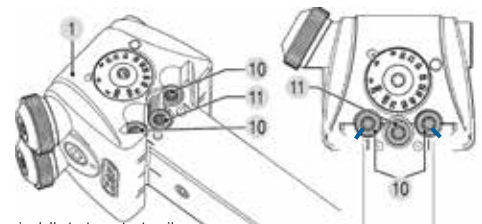

Fig. 4: Bloccaggio della testa portautensile
A tale scopo allentare i bulloni eccentrici (fig. 4, pos. 10) verso l'interno e regolare la testa dell'utensile mediante il mandrino (fig. 4, pos. 11).
Dopo aver regolato l'altezza della cresta, serrare i bulloni eccentrici (fig. 4, pos. 10) verso l'esterno (fig. 4, marcatura blu).